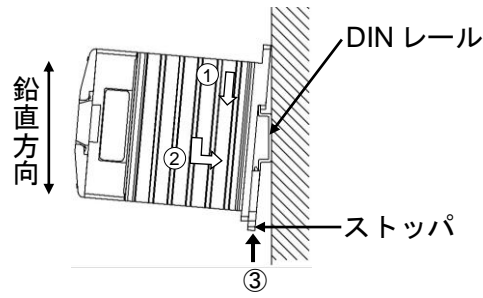

図 2.3-4
DIN レールに引っ掛け(①), 取り付けてください(②)。ストッパを上げてください(③)。(図 2.3-4)